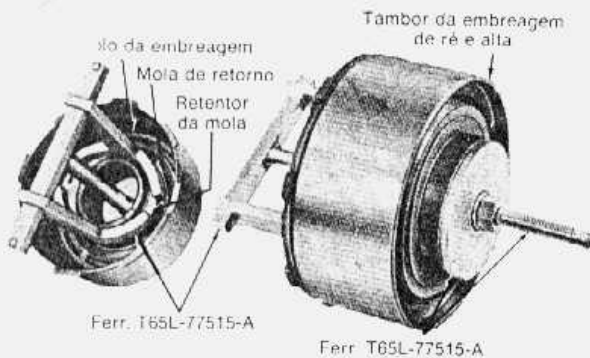

fig. 75 — remoção ou instalação do anel de trava da mola de retorno do êmbolo
3. Com as ferramentas mostradas pela fig. 75, comprimir a(s) mola(s) de retorno do êmbolo e remover o anel de trava. Quando soltar a haste da ferramenta, guiar o retentor da(s) mola(s) de modo a livrá-lo da ranhura do anel de trava.
3. Colocar a(s) mola(s) de retorno do êmbolo da embreagem. Colocar no topo da(s) mola(s) o retentor de mola(s). Para instalar o anel de trava usar as ferramentas mostradas pela fig. 75.